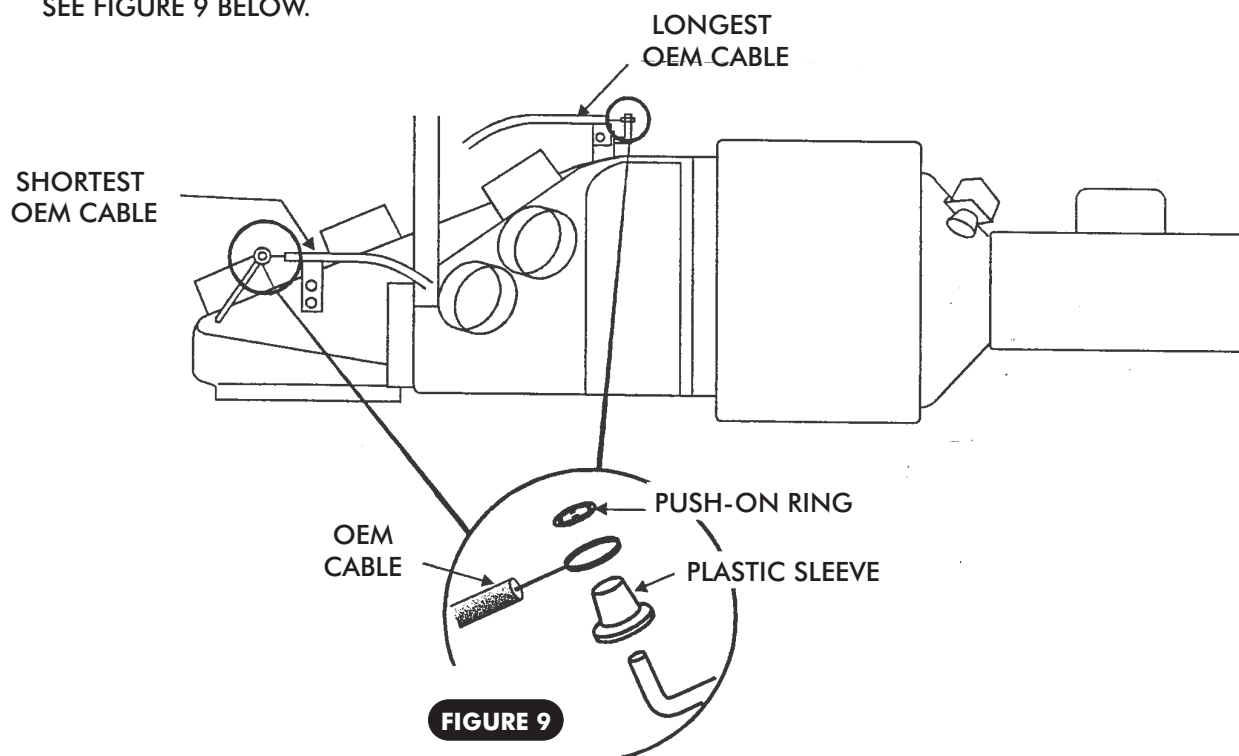

FIGURE 9
1. ATTACH THE OEM CONTROL CABLES USING THE PLASTIC SLEEVES AND PUSH-ON RINGS. SEE FIGURE 9 BELOW.